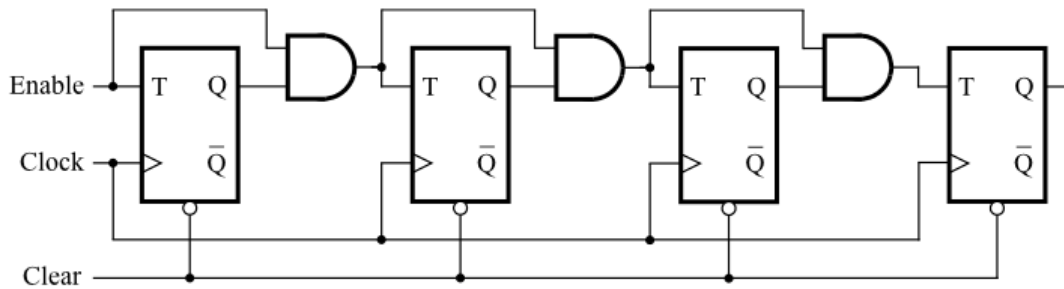

Abbildung 4: 4-Bit-Zähler
Der Schaltkreis in Abb. 4 zeigt einen synchronen 4-Bit-Zähler, der aus vier T-Flipflops aufgebaut ist. Ist das Enable-Signal gesetzt, so erhöht er seinen Zählerstand bei jeder positiven Taktflanke. Mit dem Reset-Signal lässt sich der Zähler wieder auf Null zurücksetzen.
2. Schreiben sie eine VHDL-Datei, welche den 16-Bit-Zähler mit Hilfe der in Abb. 4 gezeigten Struktur umsetzt. Simulieren sie den Schaltkreis.